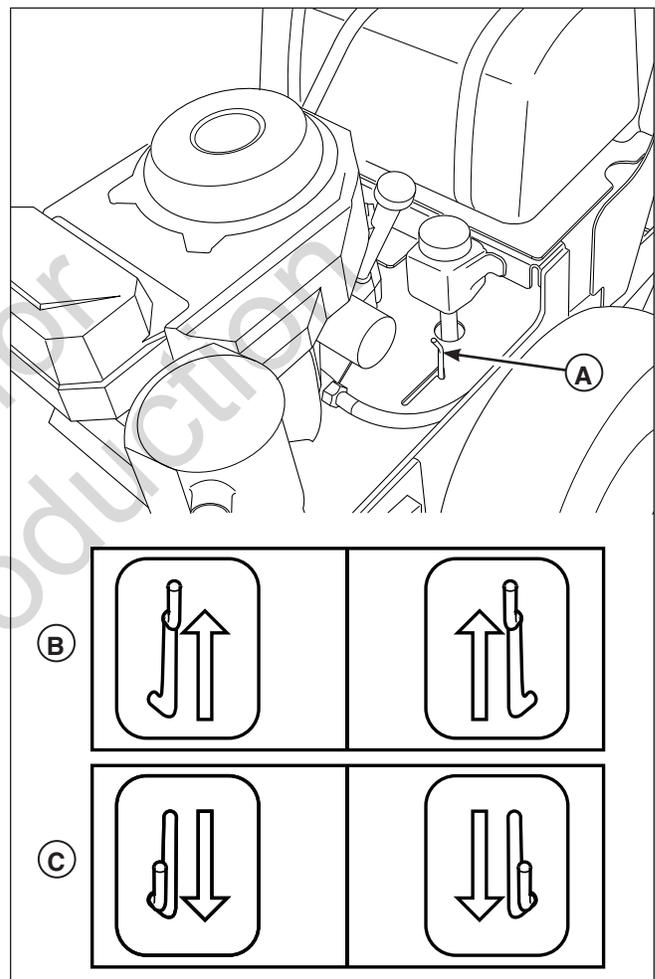

Figure 3. Leviers de débrayage de transmission (gauche illustré)
- Localiser les leviers de débrayage de transmission (**A, figure 3**) vers les roues arrière de l'unité.